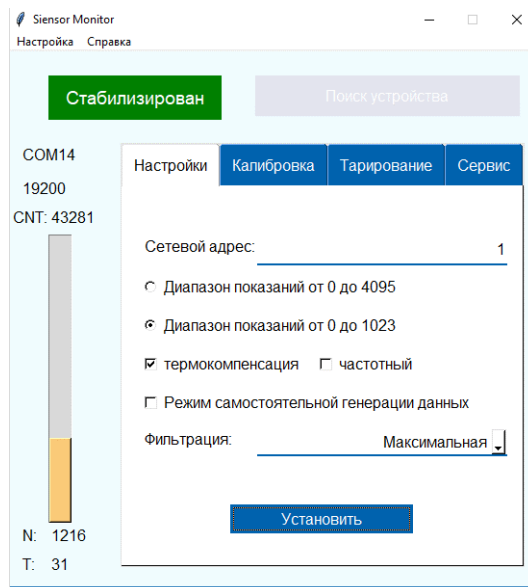

Рис. 4.2 Программа «Sensor Monitor» – вкладка «Настройки»
3. Запустите программу «Siensor Monitor». Откроется главное окно программы (см. рис. 4.2), в котором отображены текущие настройки подключенного ДУТ.